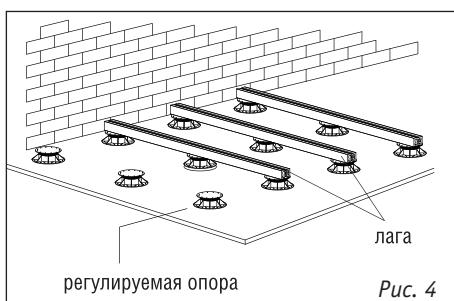

Рис. 4
- На регулируемые винтовые опоры* (рис. 4).